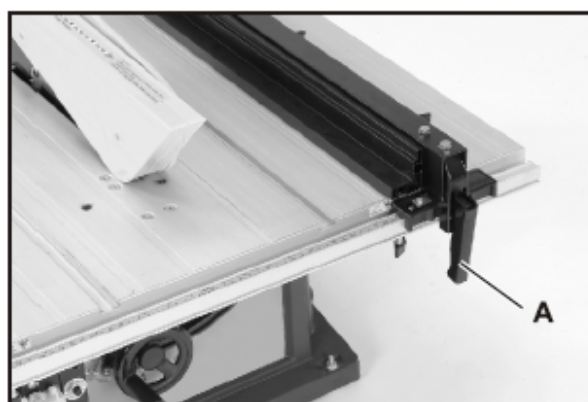

Fig 7.
2. Um den Schutz in Position zu halten, drücken Sie den Schutzarretierhebel (A), Abb. 7, wie dargestellt herunter.